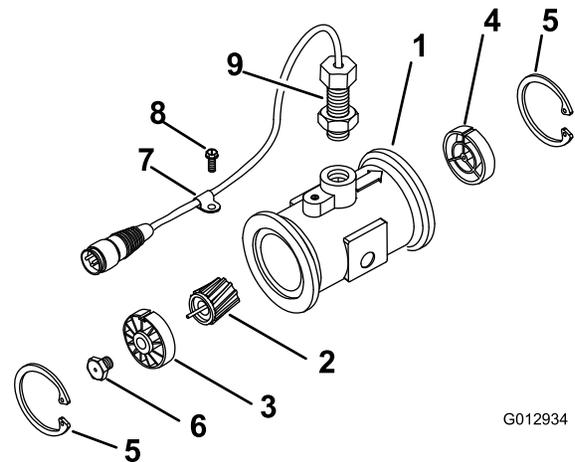

Figura 54
3. Rimuovete l'anello di ritenuta sul lato a monte (Figura 54).